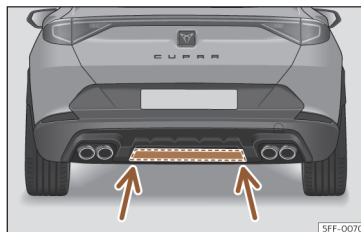

Fig. 86 Zona de deteção do sensor inferior
- Se a porta da bagageira não se abrir, repita o procedimento passados alguns segundos. Possivelmente não atingiu a zona de deteção do sensor inferior»» **Fig. 86**.